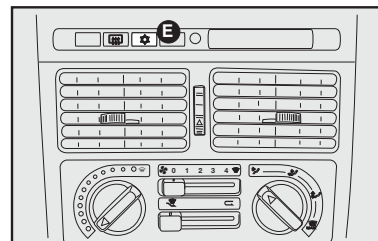

fig. 32
4) Ligar o ar-condicionado apertando o botão **E-fig. 32**.
O ar-condicionado é muito útil para acelerar o desembaçamento, pois desumidifica o ar. É suficiente regular os comandos para a função de desembaçamento e ativar o condicionador, apertando o botão **E-fig. 32**.
1) Condicionador de ar ligado: botão **E-fig. 32**.